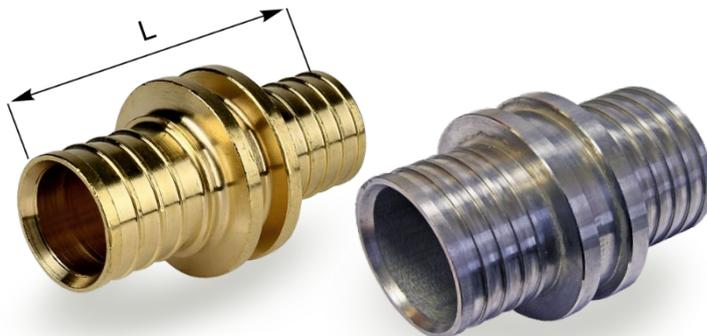

Рис. 9. Муфта соединительная равнопроходная
3.2.3. Муфта соединительная равнопроходная используется для соединения труб ТВЭЛ-ПЭКС между собой (см. рис. 9). Является пресс-соединением, необходима комплектация монтажными гильзами из нержавеющей материала (нерж. ст., латунь).